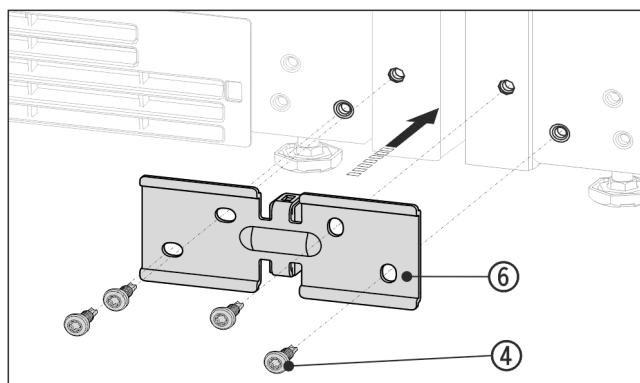

Fig. 15 Näitlik kujutis
- ▶ Lükake nurgik Fig. 15 (6) koos distantsdetailiga seadmete vahele ja kruvige 4 kruviga Fig. 15 (4) lahtiselt külge.